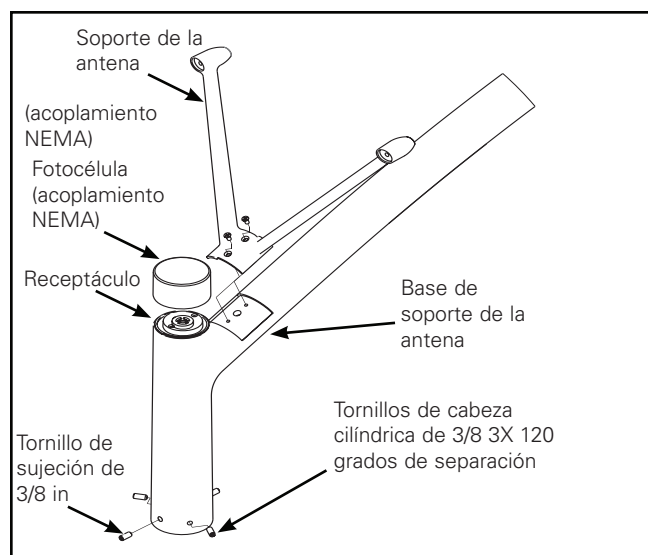

Figura 1.
1. Monte la base de apoyo de la antena a la carcasa antes de instalar la luminaria. (Figura 1). Instale mediante el uso de tornillos de 4 X 1/4-20 en el área empotrada proporcionada.
3. Instale la fotocélula de acoplamiento NEMA, que se proporciona, en el receptáculo. (Figura 1).